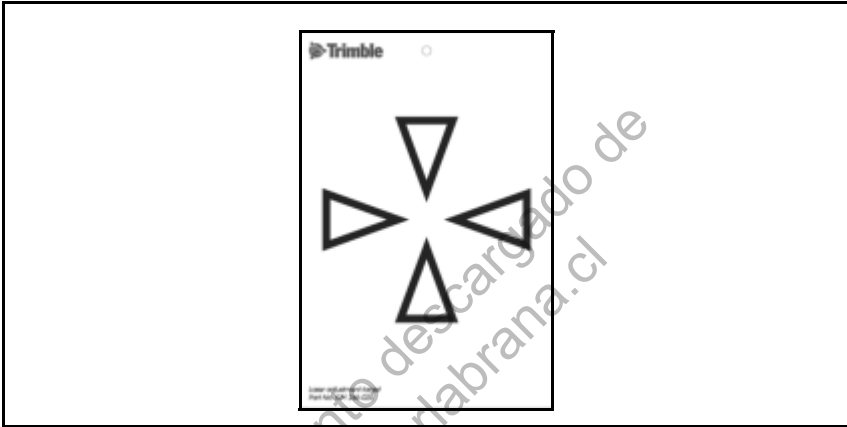

Figura 4.27 Prisma de ajuste
4. Si el punto rojo del láser queda fuera de la cruz filar, ajuste la dirección del rayo hasta que coincida con la cruz. Véase la Figura 4.27